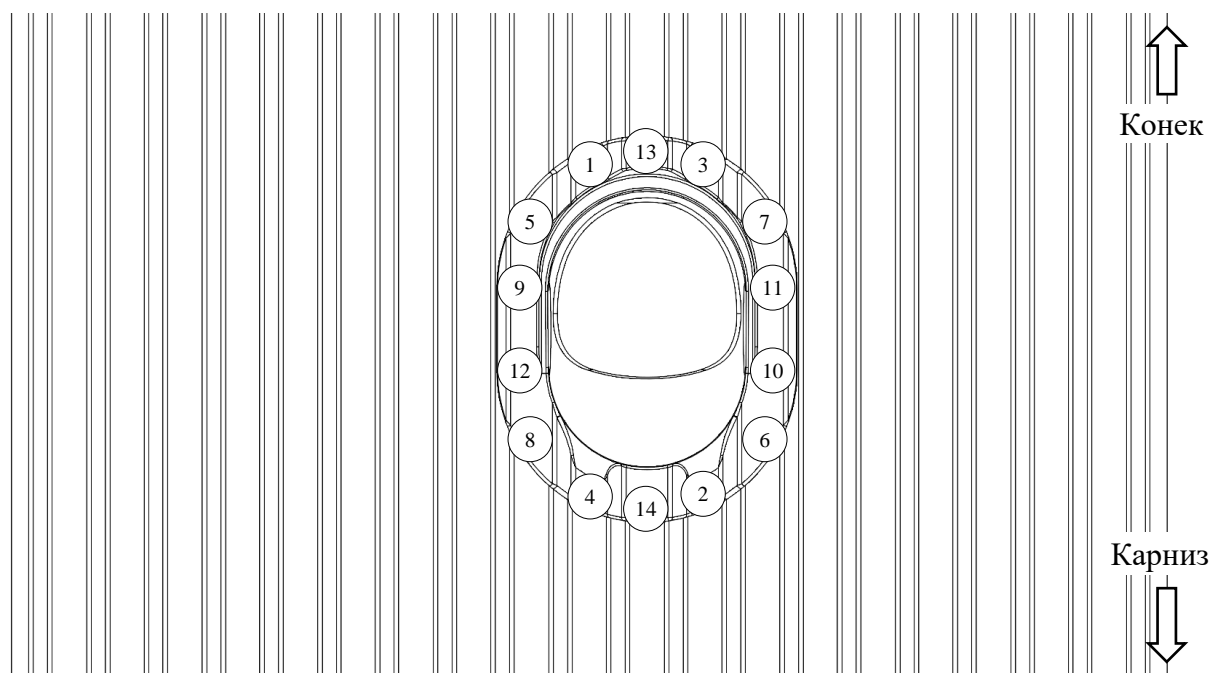

Рис. 20
4. Установить проходной элемент на кровлю и закрепить подходящими для данного типа кровли самонарезающими винтами в последовательности, показанной на рис. 20. При этом необходимо следить за тем, чтобы все самонарезающие винты заворачивались в деревянные конструкции кровли. При необходимости участок кровли, на котором будет установлен проходной элемент, следует подготовить (усилить).